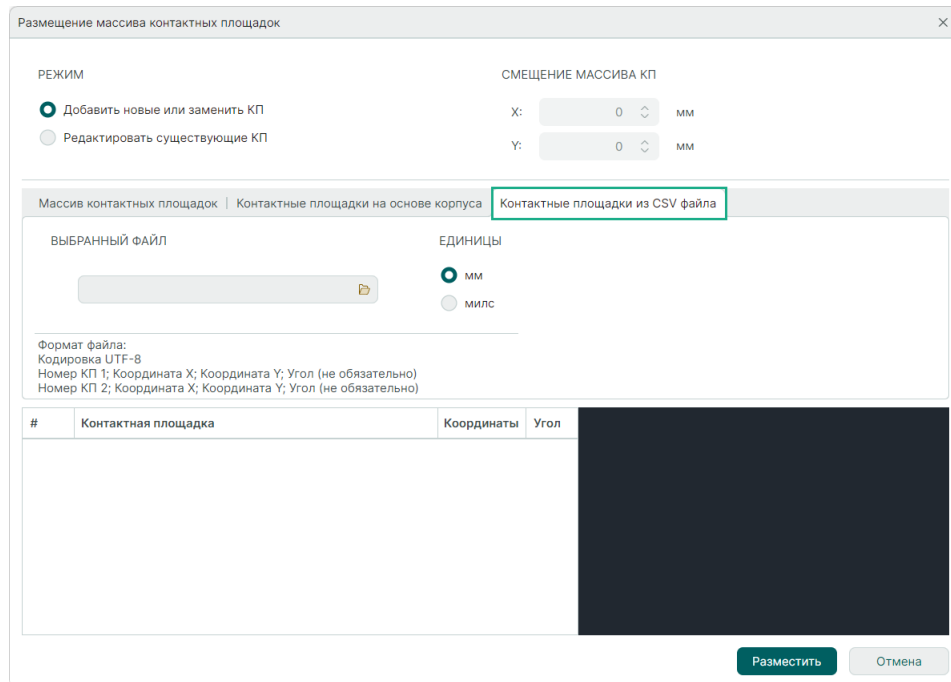

Рис. 100 Вкладка «Контактные площадки из CSV файла»
1. Перейдите на вкладку «Контактные площадки из CSV файла», см. Рис. 100.